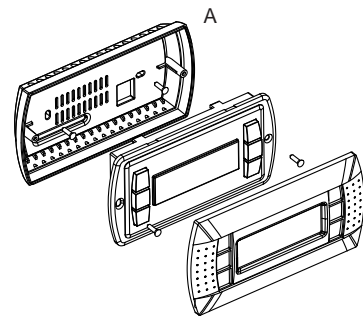

Рис. 2
Для установки терминала на стену необходимо в первую очередь закрепить на ней заднюю часть корпуса А (рис. 2), используя стандартную коробку для трёхсекционного выключателя.
- Установите в коробку переднюю часть терминала, привинтив её к тыльной части корпуса с использованием винтов с потайной головкой из комплекта, как показано на рис. 2;
The wall-mounting of the terminal first requires the back piece of the container A (Fig. 2) to be fitted, using a standard three-module switch box.
- Rest the front panel on the back piece and fasten the parts together using the flush-head screws supplied in the packaging, as shown in Fig. 2;